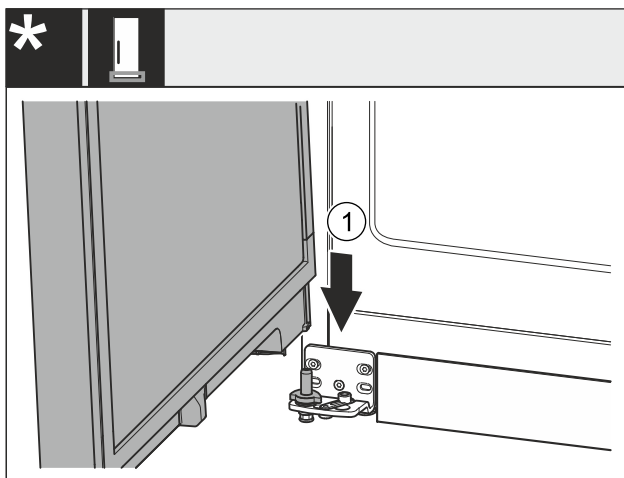

Fig. 30
- ▶ Tür von oben auf den unteren Lagerbolzen Fig. 30 (1) aufsetzen.